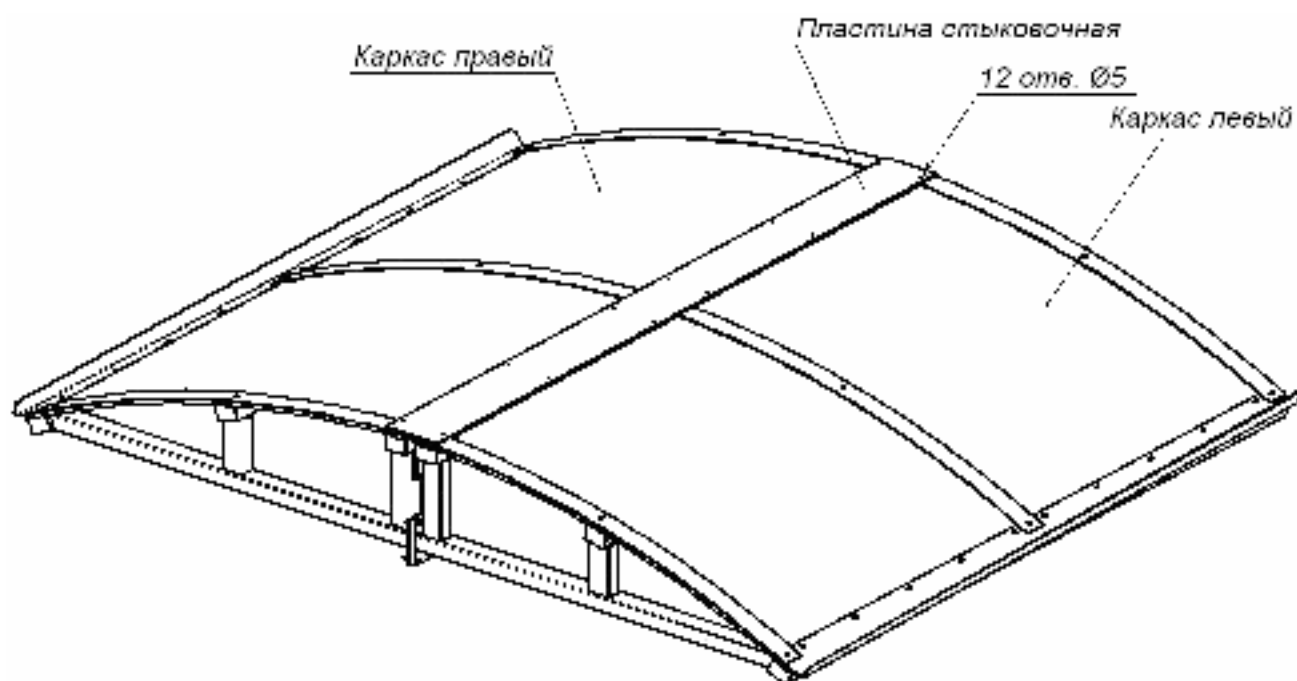

Рисунок 6 Вид соединенных каркасов (1) и (2) с установленной пластиной стыковочной (10)
8.3.11 Положите стыковочную пластину на стык каркасов уплотнительным профилем вниз. Через имеющиеся в пластине двенадцать отверстий $\varnothing 5$ мм (см. рис. 6) просверлите в каркасах 12 отверстий $\varnothing 3,5$ мм и глубиной 9 мм под саморезы 4,2×16.